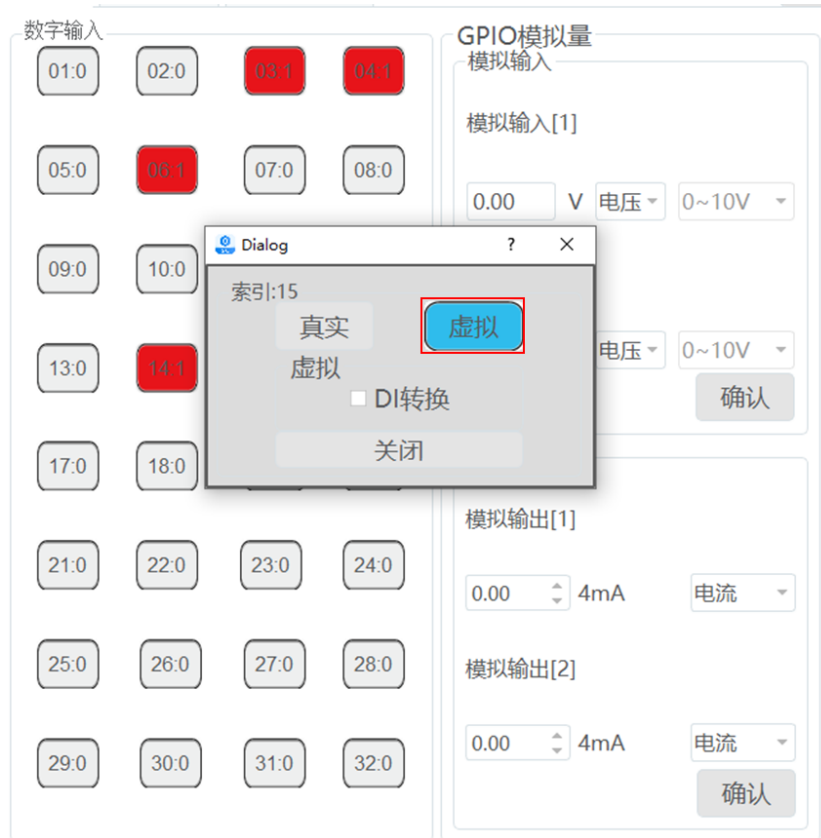

图 3.35 模拟数字输入状态
- 模拟：模拟数字输入状态，方便调试运行程序。如图 3.35所示。